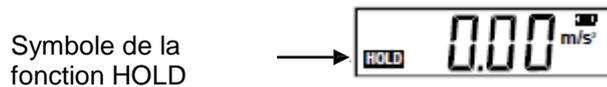

Fig. 1 (Mesure de l'accélération)
2. Appuyez brièvement le bouton d'allumage / mesure. L'écran s'allumera en mode de mesure de l'accélération et indiquera l'unité m/s^2 (Fig. 1).